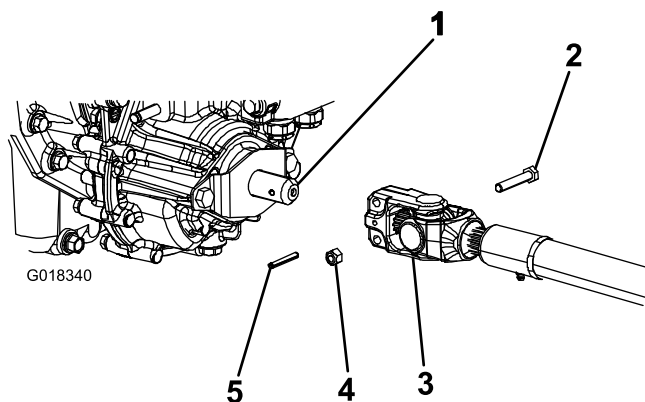

Рисунок 4
3. Расположите ведущий вал механизма отбора мощности под передней частью машины. Убедитесь, что скользящая вилка ведущего вала (Рисунок 4) направлена в сторону вала отбора мощности трансмиссии.